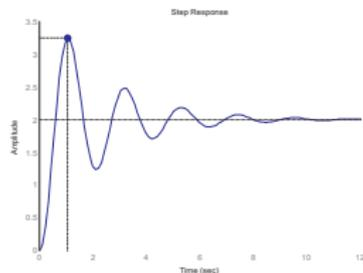

Figure 3 : Réponse à un échelon (modèle eq.12)
Le simulation du modèle de l'équation (12) donne comme réponse à un échelon unitaire la courbe (fig 3)